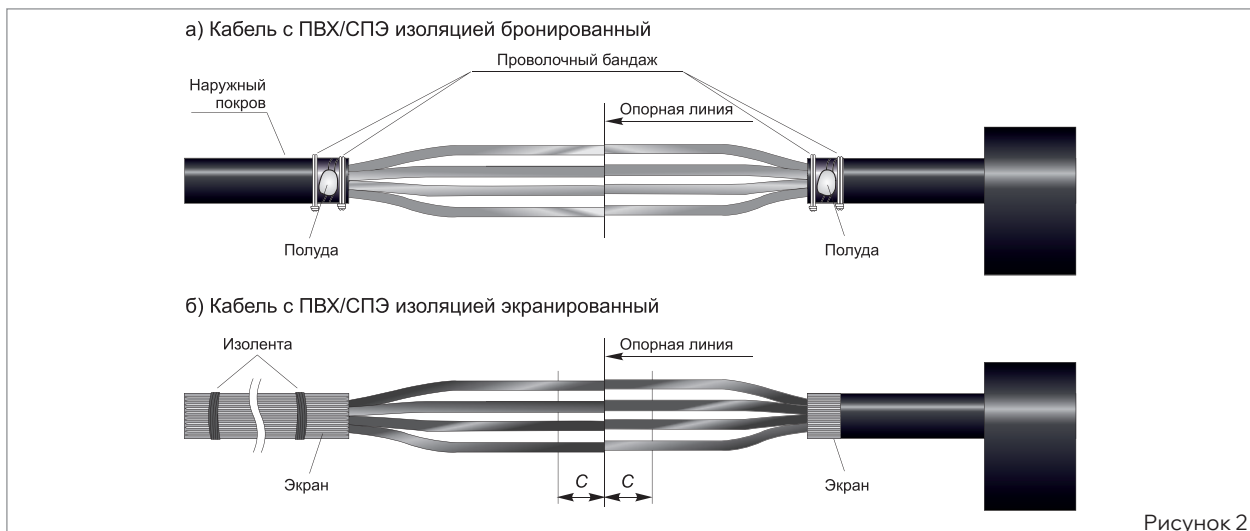

Рисунок 2
- Развести проволоки экрана в соответствии с рис. 2б и закрепить изолянтай.
- Облудить поверхность в местах, обозначенных на рис. 2а.